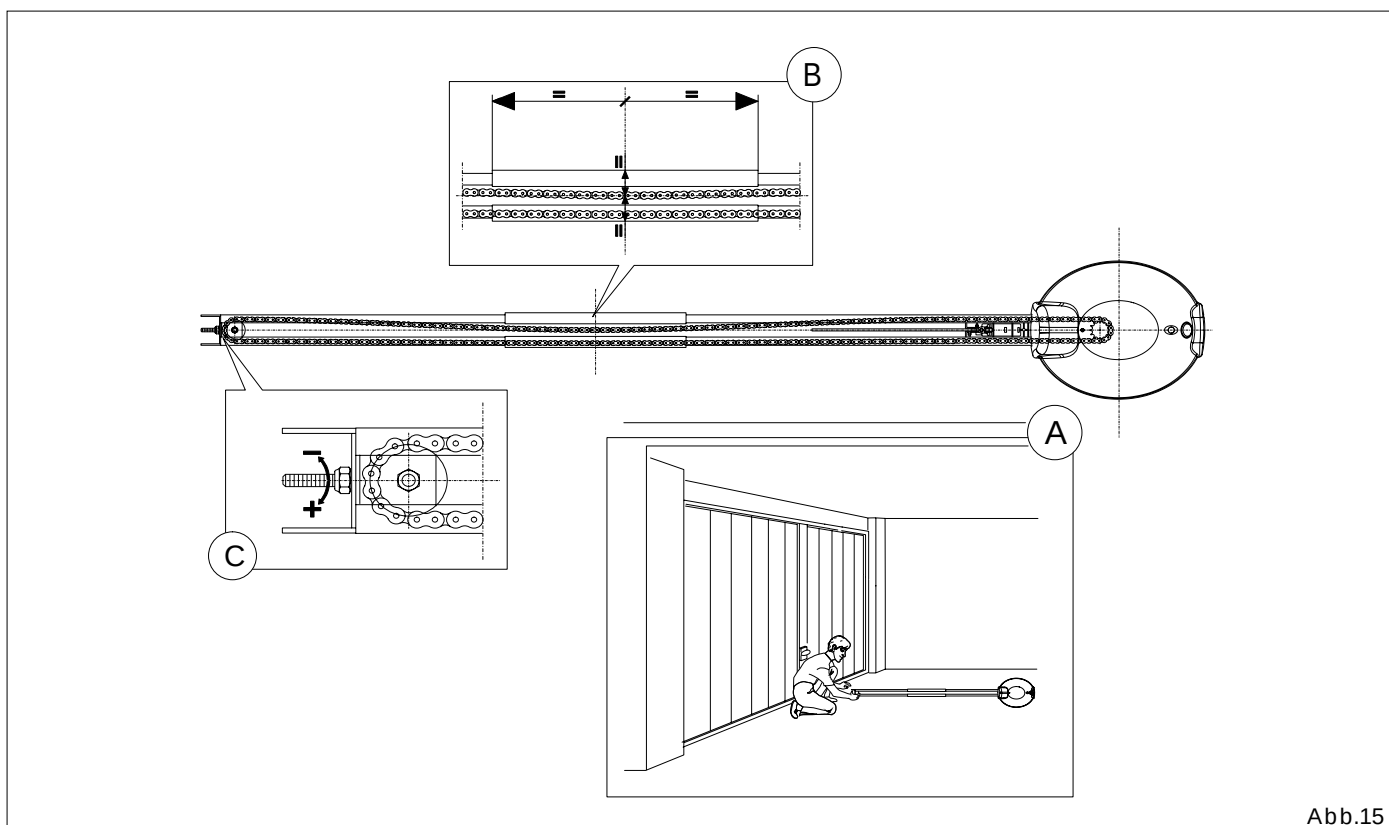

Abb.15
5.11 Den Antrieb vertikal zum Fußboden auf dem Boden positionieren (Abb.15 Bez.A).
5.12 Die Spannung der Kette überprüfen und sicherstellen, daß die Abstände zwischen der unteren und der oberen Kette sowie der oberen Kette und der Verbindung der oberen Schiene gleiche Werte aufweisen, wie in Abb.15 Bez.B gezeigt.
5.13 Die Spannung der Kette, soweit erforderlich, über die entsprechende Schraubenmutter regulieren, wie in Abb.15 Bez.C abgebildet.